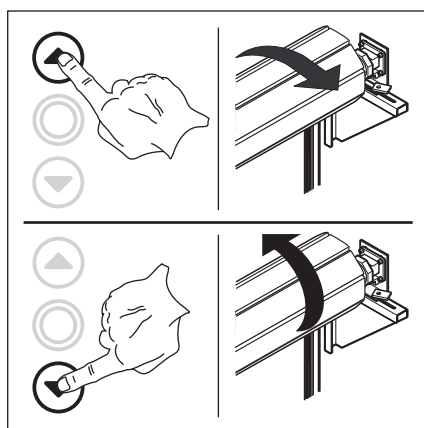

Рис. 6-2: Правильное направление движения ворот при Варианте монтажа «Справа» (R)
- ▶ При варианте монтажа привода «Справа» (см. рис. 6-2):